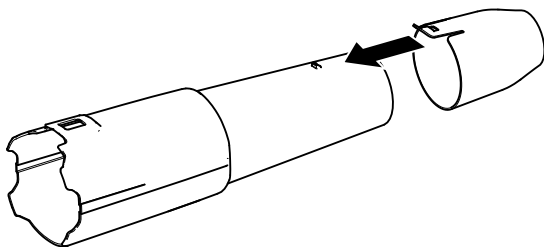

Figura 3
2. Fate scorrere il tubo del soffiatore sul relativo alloggiamento. Potrebbe essere necessario spingere il fermo del tubo perché il tubo del soffiatore si blocchi in posizione (Figura 3).